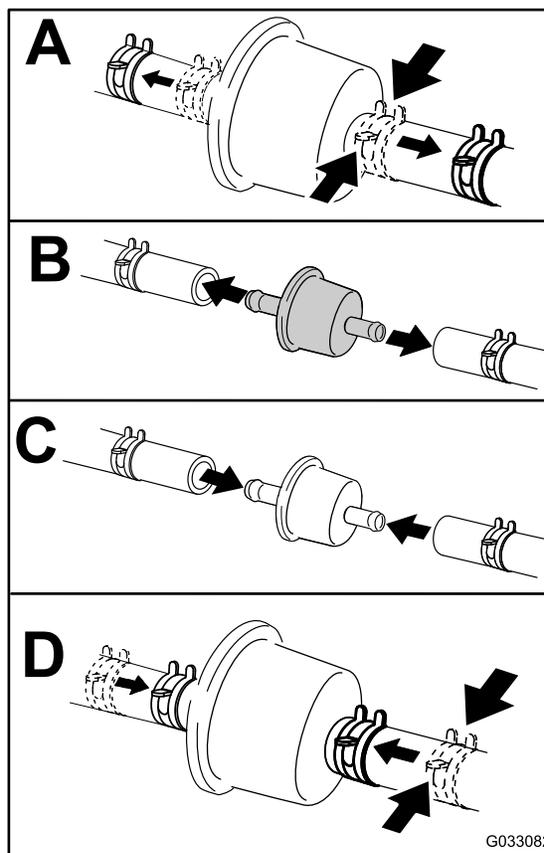

Рисунок 52
4. Замените топливный фильтр (Рисунок 52).